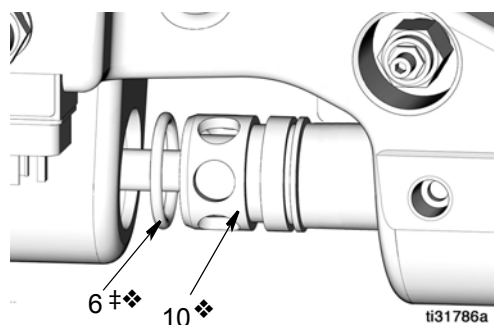

Рис. 23
16. Вставьте фиксатор сальникового уплотнения (9❖) в основание насоса (2).
17. Частично вставьте цилиндр насоса (11❖) в основание насоса (2).
18. Смажьте уплотнительное кольцо круглого сечения (6‡❖) и наденьте на фиксатор лопаточного уплотнения (10❖) (Рис. 23).